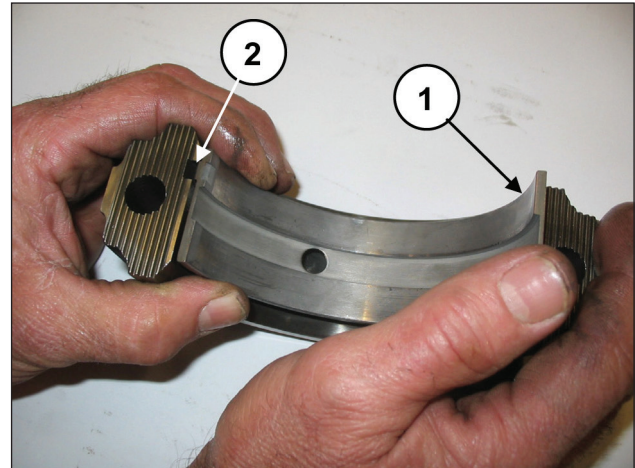
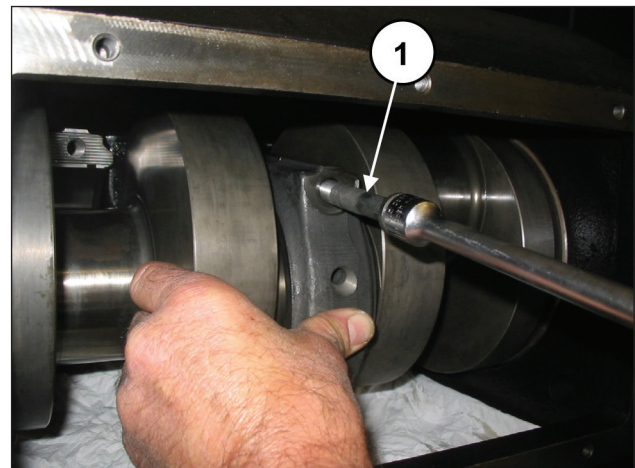

Abb. 59
Abb. 60
Montieren Sie die unteren Lagerschalen an die Pleueldeckel (Pos. ①, Abb. 59) und vergewissern Sie sich dabei, dass die Bezugsmarkierung der Lagerschalen in der entsprechenden Aufnahme am Deckel zu liegen kommt (Pos. ②, Abb. 59). Befestigen Sie die Pleueldeckel mit Pleuelhälften anhand der Schrauben M12x1,25x87 (Pos. ①, Abb. 60).